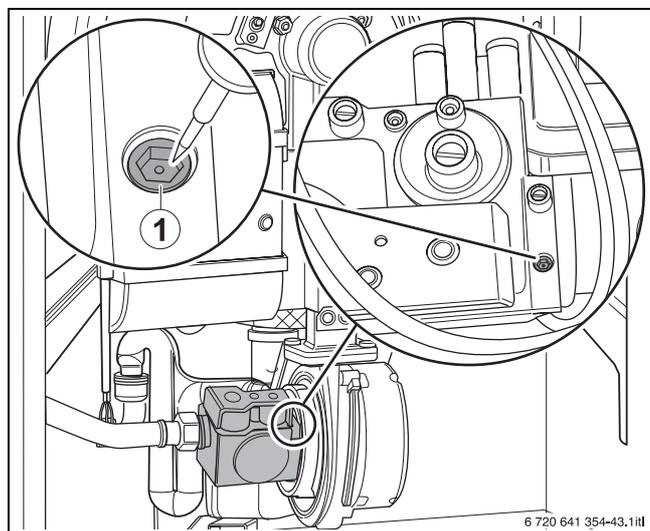

Fig. 44 Eseguire la taratura del CO2 a pieno carico
- ▶ In caso di valori di CO2 inferiori a 8,5%, o superiori a 9,6 %, correggere l'impostazione sulla vite di regolazione per pieno carico portandola a un valore del 9,1% (→ fig. 44, [1]).
- ▶ In caso di valori di CO2 inferiori a 9,8%, o superiori a 10,8%, correggere l'impostazione sulla vite di regolazione per pieno carico portandola a un valore del 10,3% (→ fig. 44, [1]).